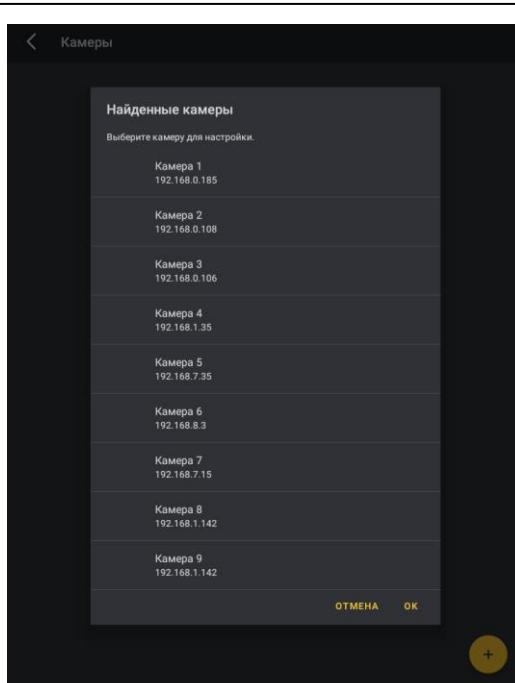

Рис. 11. Найденные камеры.
- Коснитесь «Найти» («Discover»). Приложение найдет камеры, находящиеся в той же сети, что и мобильное устройство (рис. 11).